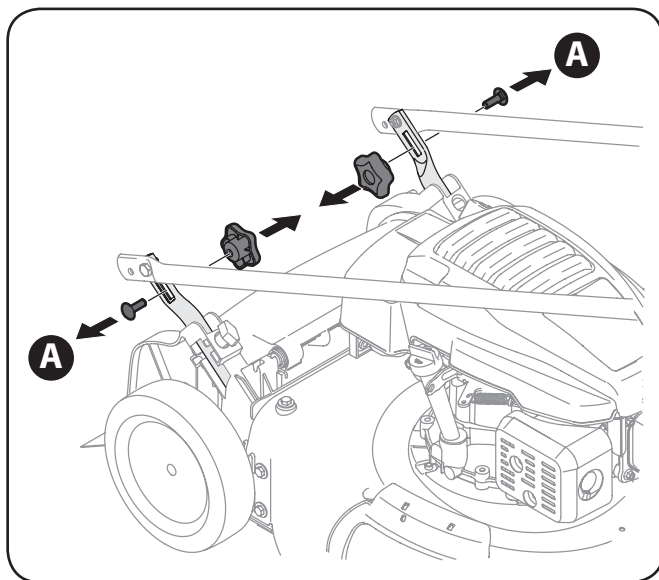

Figure 3-1
- a. Retirez les boutons étoile et les boulons de carrosserie de la poignée. Voir Figure 3-1. Ne desserrez pas et ne retirez pas les boulons adjacents.